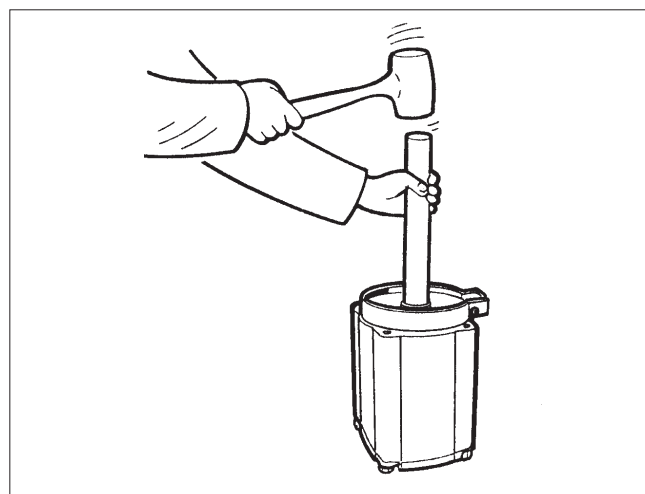
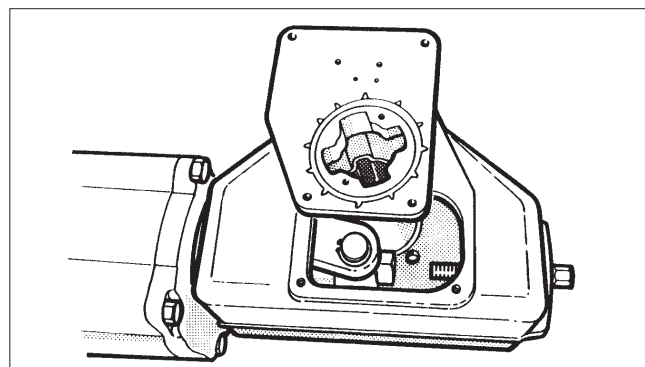

Fig. 11 Mise en place du piston dans le cylindre
Fig. 12 Mise en place du couvercle du boîtier
- Engager le piston dans le cylindre à travers la bague d'articulation - en le martelant avec un maillet ou en faisant pression dessus - conformément à la figure 11.
- Mettre en place les nouveaux joints toriques (19) et le cylindre. Attention à bien disposer le raccord pneumatique. Placer et serrer les vis (31) selon le couple indiqué par le tableau 2.
- Etaler un produit d'étanchéité, par exemple du Loctite 225, sur le filetage de la vis de fixation (29) de l'articulation et serrer la vis selon le tableau 2.
- Fixer provisoirement le couvercle du boîtier de façon que le levier (3) tourne dans son palier mais que le mécanisme reste visible. (cf. figure 12) Ne pas oublier les bagues antistatiques (3A et 4A).